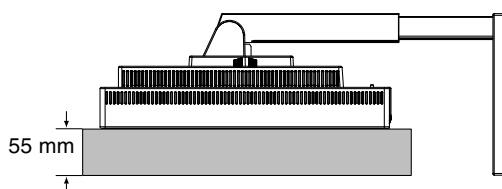

Figura S.1
3. Sitúe el monitor boca abajo en una superficie no abrasiva. (Coloque la pantalla sobre una plataforma de 55 mm para que el soporte quede paralelo a la superficie) (**Figura S.1**).